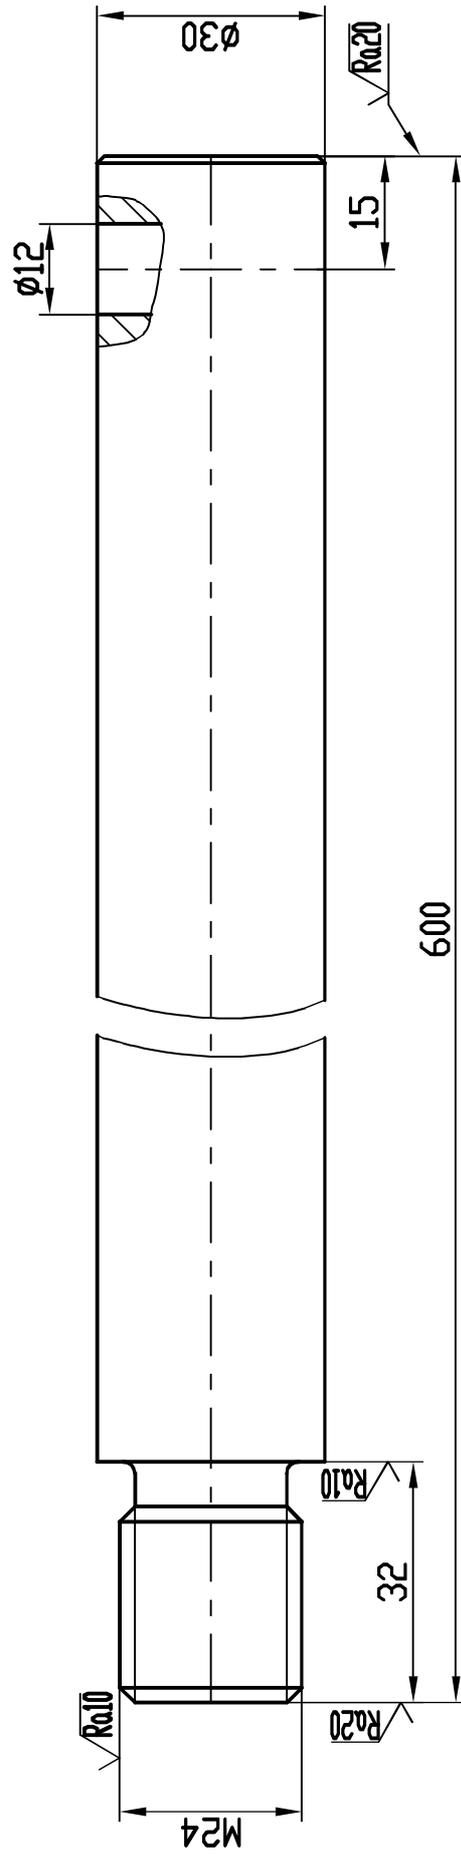

Рисунок 12.1 – Приспособление для демонтажа коробки скоростей из стойки
- установить приспособление для демонтажа (рисунок 12.1);